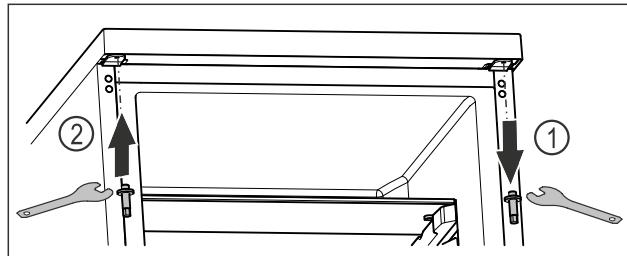

Fig. 22
- ▶ Выкрутите верхний болт ключом с наружным шестигранником. *Fig. 22 (1)*
- ▶ Затяните болт на противоположной стороне ключом с наружным шестигранником. *Fig. 22 (2)*